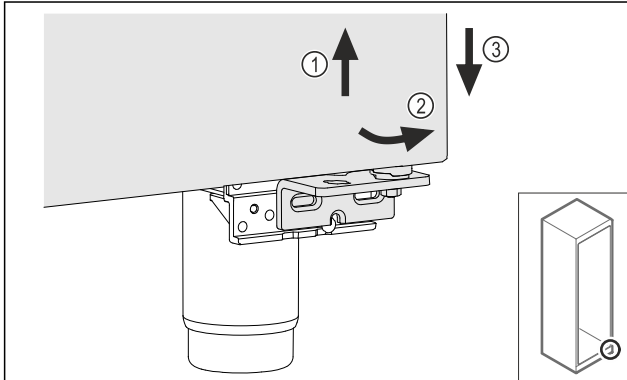

Fig. 14
- ▶ Kissé emelje meg az ajtót Fig. 14 (1), billentse előre az alját Fig. 14 (2), és eressze le Fig. 14 (3).